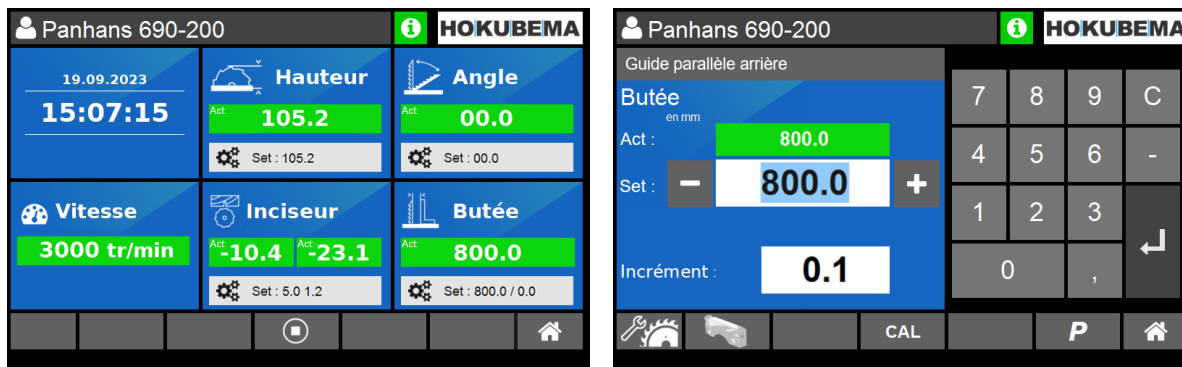

Figure 34 : positionner le guide parallèle
1. Pour pouvoir rabattre le guide parallèle, appuie sur le bouton **P** (voir ⇨ Figure 34).
1. Pour calibrer le guide parallèle, appuyez sur le bouton **CAL** (voir ⇨ Figure 34).
1. Pour pouvoir saisir la valeur d'offset, appuyez sur le bouton  (⇒ Figure 34 à droite).